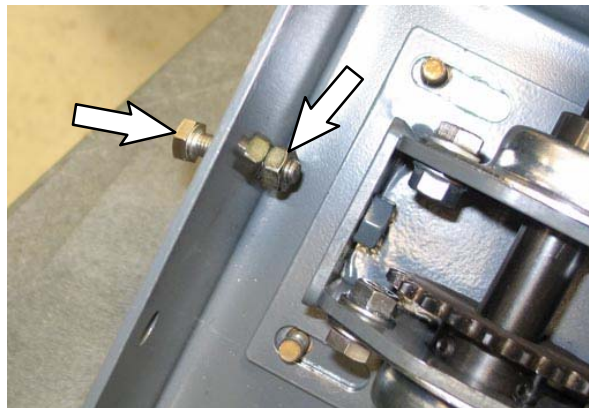

ABB. 34
31. **Neuere Modelle:** Entfernen Sie die Spannteile der Lenkung. (Abb. 34)